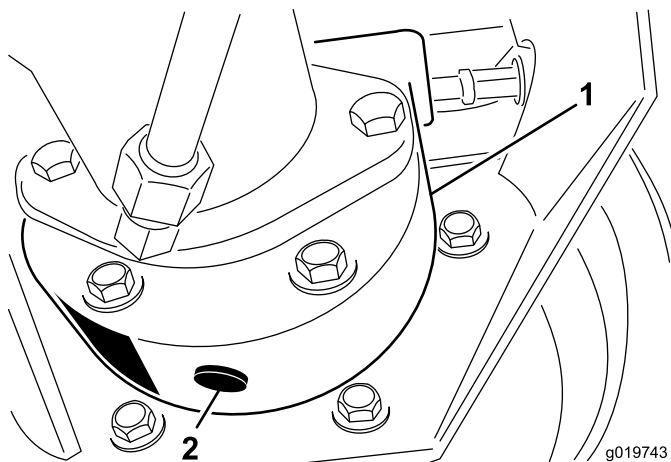

Figure 64
3. Placez un bac de vidange sous le carter de frein et enlevez le bouchon pour permettre à l'huile de s'écouler (Figure 64).